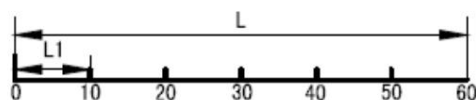

Figure 1
1. Prenez le point zéro mécanique de la règle comme point de départ (figure 1).
Entrez le nombre de segments si la compensation avec point de départ mécanique est définie comme sur la figure 1.
Méthode A. (point zéro de départ gauche) démarre comme indiqué sur la figure 1 à gauche. Appuyez sur [ENTER] pour sélectionner cette option. (point zéro